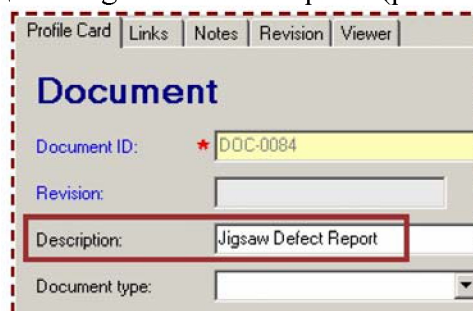

Рис.21. Ввод наименования Документа
- В атрибут Description введите «Jigsaw Defect Report» (рис. 21).